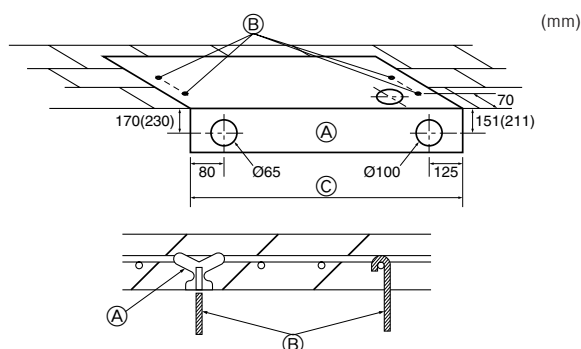

Fig. 3-3
3.2.3. Επιλογή μπουλονιών ανάρτησης και θέσεις σωληνώσεων (Fig. 3-3)